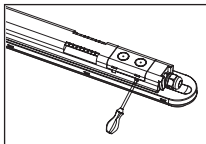

Рис. 2
- відкрити кришку з'єднувальної коробки, яка знаходиться на корпусі виробу (Рис. 2);